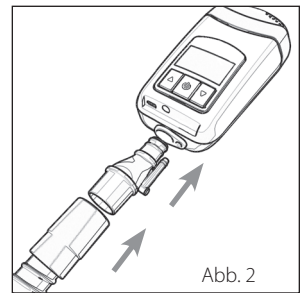

Abb. 2
1. Schließen Sie das eine Ende des **CPAP-Schlauchs** am runden Ende des **Schlauchadapters** an, dann setzen Sie das andere Ende des **Schlauchadapters** in den Anschluss am **Z1** ein. (Abb. 2)